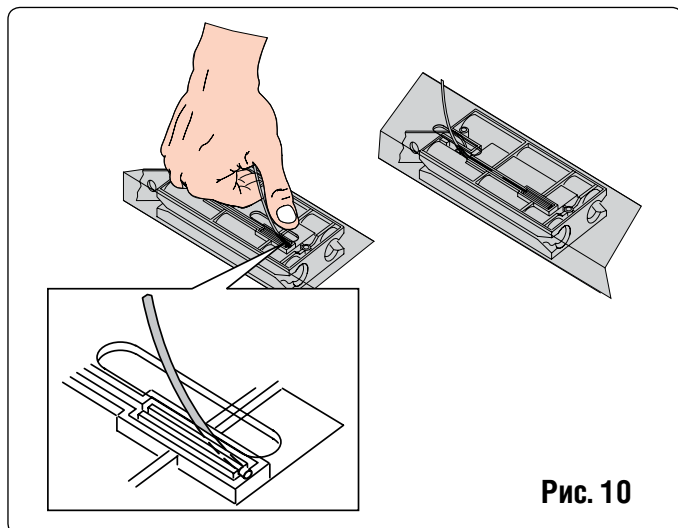
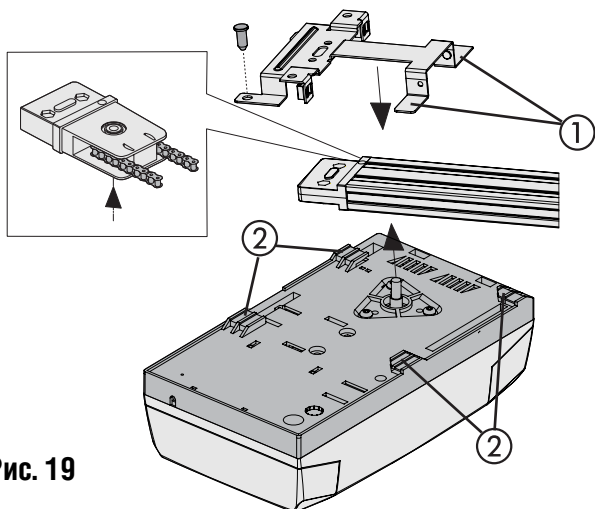

Рис. 10
Рис. 19
2. Соедините трос с установочным местом на каретке (Рис. 10),
1. Держа привод под углом 15-20° к направляющей (рис. 19) вставьте пластины кронштейна крепления (рис. 19 (1)) в пластиковые пазы (рис. 10 (2)) на корпусе привода.